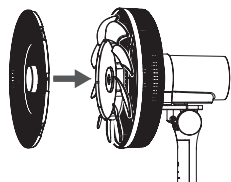

Рис. 6
- Соедините переднюю и заднюю защитную решетку, совместив стрелки на них напротив друг друга (рис. 6).